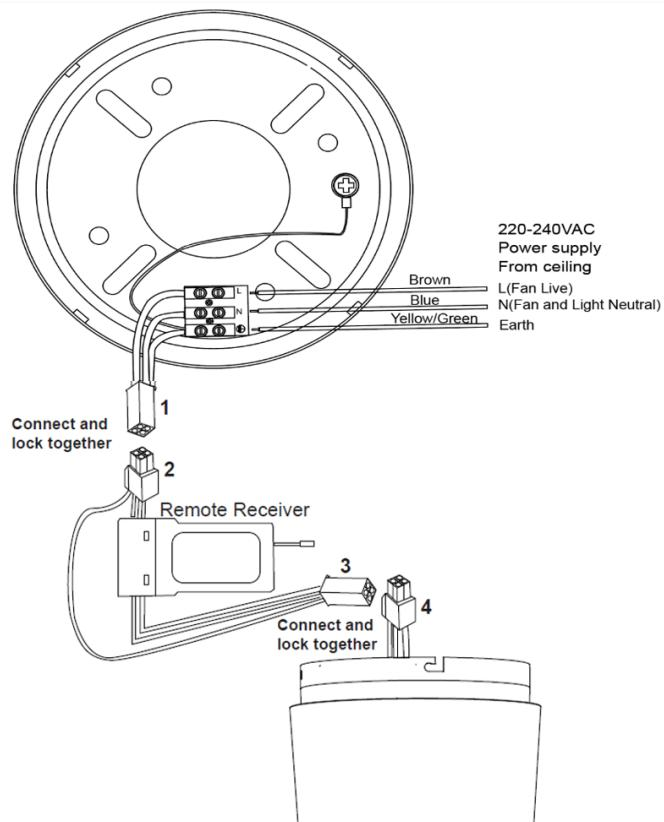

Fig. 5
MODELLEN MET AFSTANDSBEDIENING DIAGRAM (Fig.5):
- Sluit de draden L, N en Aarde aan op het klemmenblok van de montagebeugel volgens het onderstaande schema in Fig. 5.
- Steek de snelkoppelingen van de montagebeugel (1) en van de afstandsontvanger (2) in elkaar en zorg ervoor dat ze vergrendelen.
- Sluit de snelkoppelingen van de ontvanger op afstand (3) en van de ventilator (4) op elkaar aan en zorg dat ze vergrendelen.